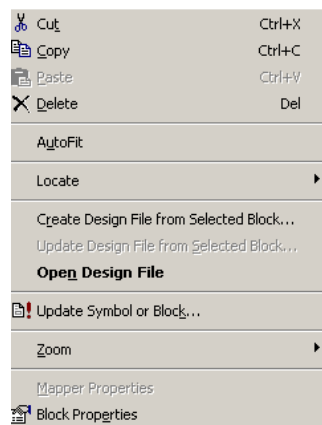
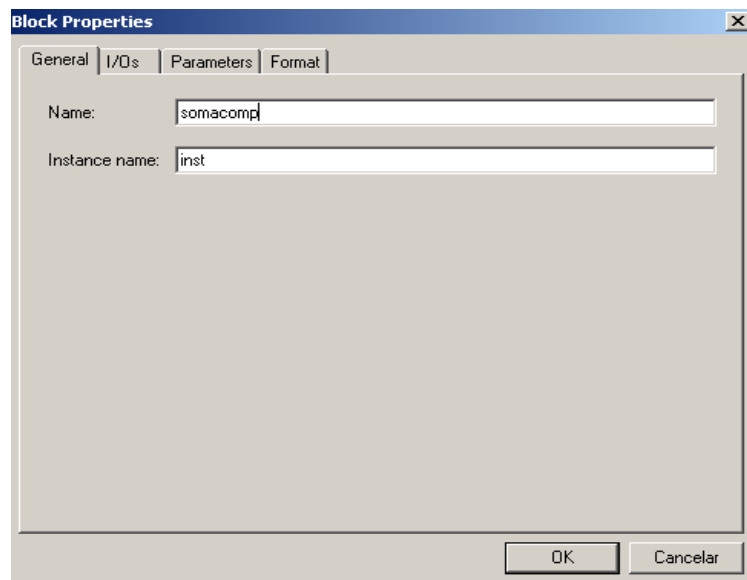

Figura 3.16 Janela para modificar as propriedades do bloco.
Figura 3.17 Caixa de seleção das propriedades do bloco: nomear bloco.
5. Pode-se também clicar com o botão da direita do mouse sobre o bloco e então uma janela com as propriedades do bloco se abrirá, como mostra a Figura 3.16, e então escolhe-se nessa janela a opção "**Block Properties**" e então uma nova caixa se abre, mostrada na Figura 3.17, onde pode-se nomear o bloco na opção "**General**" e nomear entradas e saídas (Figura 3.18).
8. Com o botão da direita do mouse clicar uma vez no bloco a janela da Figura 3.16 aparecerá novamente, escolher “**AutoFit**” para ajustar o tamanho do bloco proporcionalmente à tabela de entradas e saídas, assegurando que todos os dados do bloco possam ser visíveis.
9. Para criar o projeto do somador completo, clicar com o botão da direita do mouse uma vez sobre o bloco, e então quando a janela mostrada na Figura 3.16 se abrir, escolher a opção “**Create Design File from Select Block...**”. A janela da Figura 3.20 irá aparecer, e então escolhe-se a opção “**schematic**” e clica em “**OK**”. Um editor esquemático irá se abrir com as especificações (número de entradas e saídas) escolhidas para o bloco, como mostra a Figura 3.21.